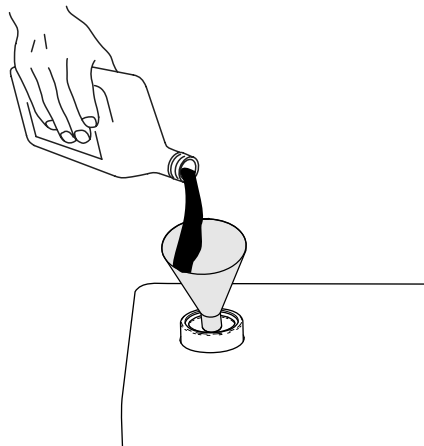

Рисунок 123
7. Если уровень жидкости находится ниже нижней отметки на щупе, долейте гидравлическую жидкость указанного типа в бак (Рисунок 123). Повторяйте действия, описанные в пунктах с 4 по 6, пока уровень жидкости не будет находиться между 2 отметками на щупе.